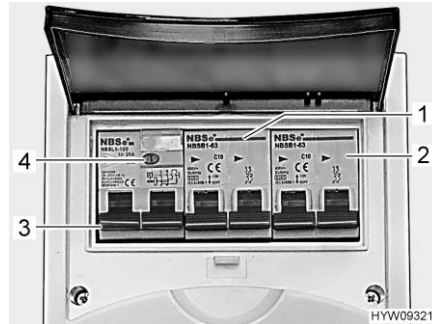

Bild 115 Leitungsschutzschalter und FI-Schalter (230-V-Sicherungskasten)
Ein Fehlerstrom-Schutzschalter (FI-Schalter) (Bild 115,3) im Sicherungskasten sichert das gesamte Fahrzeug gegen Fehlerstrom (30 mA) ab.
Der nachgeschaltete Leitungsschutzschalter (10 A) (Bild 115,1) sichert die 230-V-Steckdosen, das Stromversorgungsgerät, das Zusatz-Stromversorgungsgerät und den Kühlschrank ab.
Bei Fahrzeugen mit Sonderausstattung, z. B. einer Klimaanlage, sichert ein zusätzlicher Leitungsschutzschalter (16 A) (Bild 115,2) das Gerät ab.
- Wenn das Fahrzeug an die 230-V-Versorgung angeschlossen ist, die Prüftaste (Bild 115,4) drücken. Der Fehlerstromschutzschalter (FI) muss auslösen.